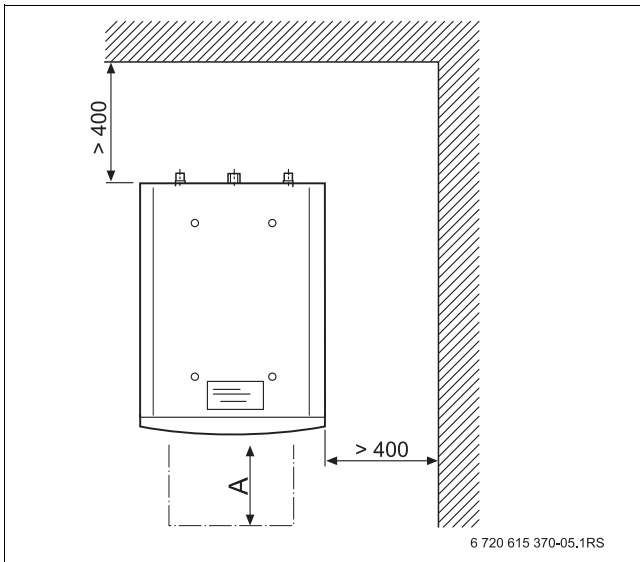

Рис. 5 Минимальные расстояния до стен (в мм)
При установке бака-водонагревателя соблюдайте минимальные расстояния, необходимые для монтажа и технического обслуживания (→ рис. 5). Выдерживайте также минимальные расстояния, рекомендованные для котла. Для замены магниевых анодов и электронагревательных элементов (при техобслуживании) необходимо оставить достаточно свободного пространства перед баком-водонагревателем (→ таб. 4).
- ▶ Выдерживайте минимальные расстояния от стен (→ рис. 5).